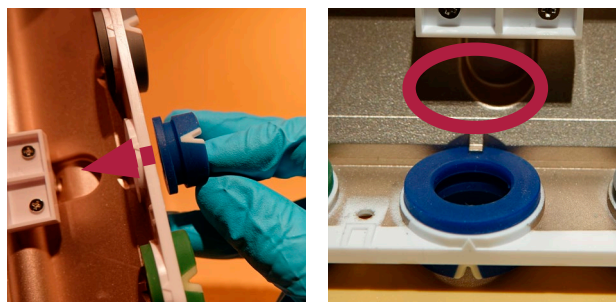

Figura 21 Colocación de un nuevo anillo de color
- b) **Presione el nuevo anillo de color en su posición desde el exterior de la carcasa trasera (Figura 21)**